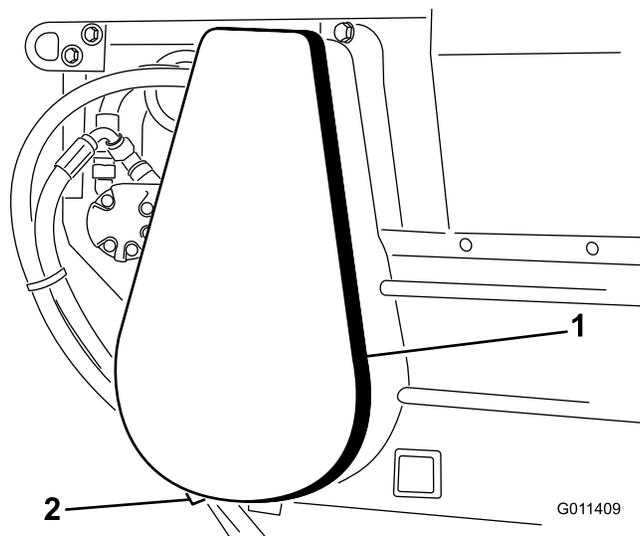

Рисунок 24
1. Снимите крышку цепи и проставку (Рисунок 24).